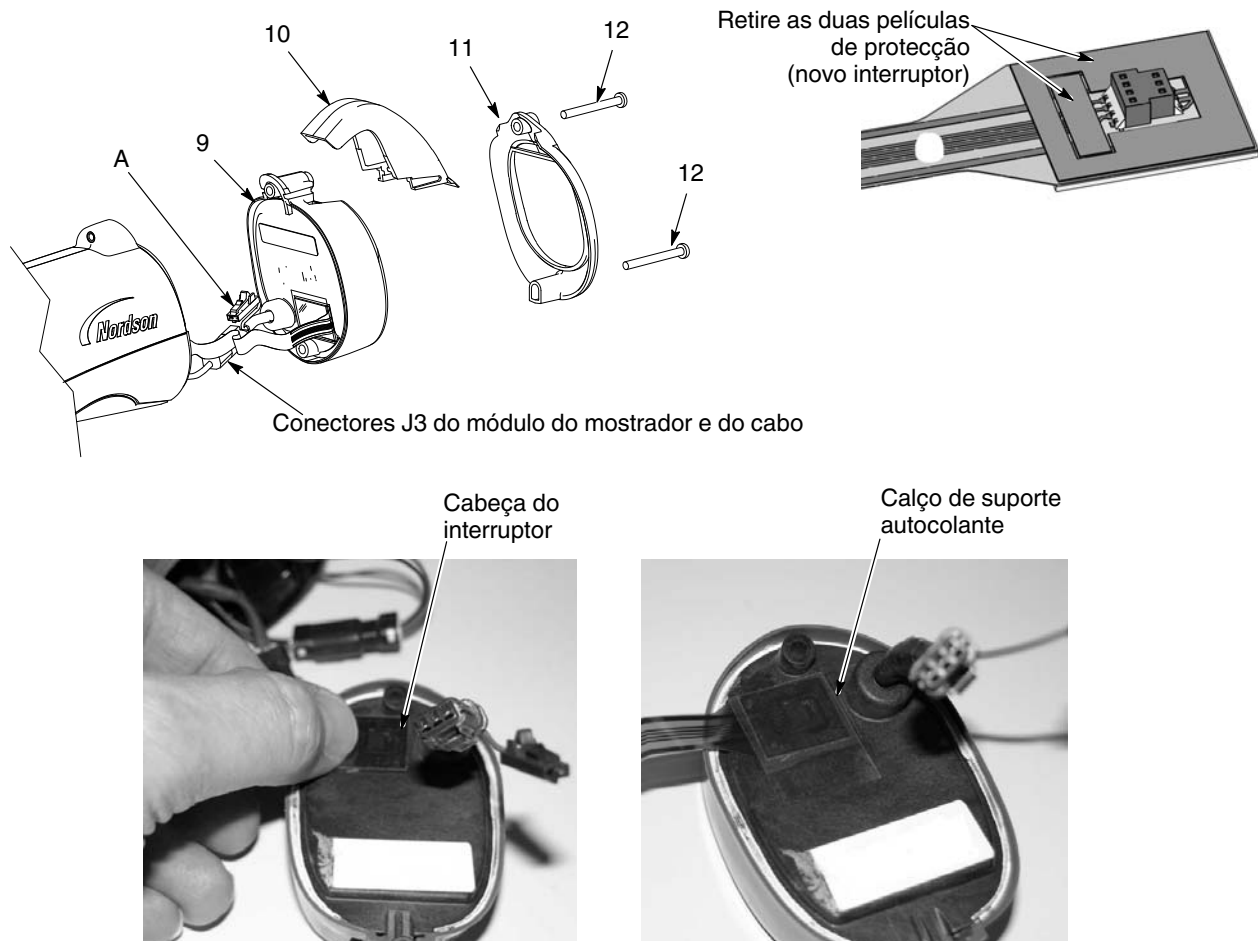

Figura 6-2 Substituição do módulo do mostrador
1. Limpe cuidadosamente a superfície de montagem da cabeça do interruptor do gatilho e a área circundante, no módulo do mostrador (9), com álcool isopropílico. Antes de continuar, aguarde até a superfície ficar completamente seca.
2. Se estiver a montar um novo interruptor do gatilho, remova as duas películas de protecção da parte lateral da ficha da cabeça do interruptor do gatilho, como ilustrado na figura 6-2.
5. Ligue o conector J3 do módulo do mostrador ao conector J3 do cabo. A ficha do fio de ligação à terra (A) não é utilizada para esta versão da pistola.
7. Enfie o gancho (10) no módulo do mostrador e, depois, monte a moldura (11).
8. Instale e aperte os parafusos (12).
- Consulte a figura 6-2. Monte o módulo do mostrador como descrito em *Instalação do módulo do mostrador*, na página 6-3.
- Instale o conjunto do eléctrodo (3) na extremidade do tubo de saída na parte da frente do corpo da pistola. Assegure-se de que o fio do eléctrodo não está curvado nem partido.
- Monte o bico (2) no conjunto do eléctrodo, assegurando-se de que as saliências do conjunto do eléctrodo encaixam nas ranhuras do bico.
- Enfie a porca do bico (1) no bico e rode-a no sentido dos ponteiros do relógio para a fixar.